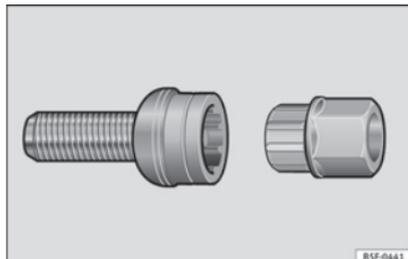

Fig. 162 Tornillo antirrobo de la rueda con capuchón y adaptador.
- Coloque el adaptador hasta el tope en el tornillo antirrobo de la rueda » fig. 162.